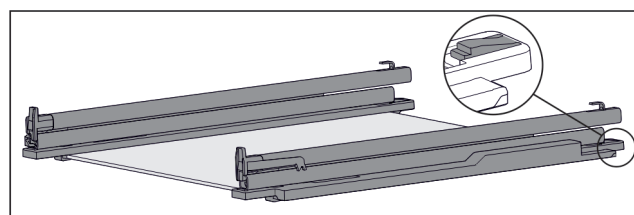

Fig. 110 Steklena plošča z vodili in držalnimi deli
- ▶ Držalni del na zadnji strani potisnite navzdol (glejte Fig. 110) in hkrati vodilo potisnite proti zadnji strani.